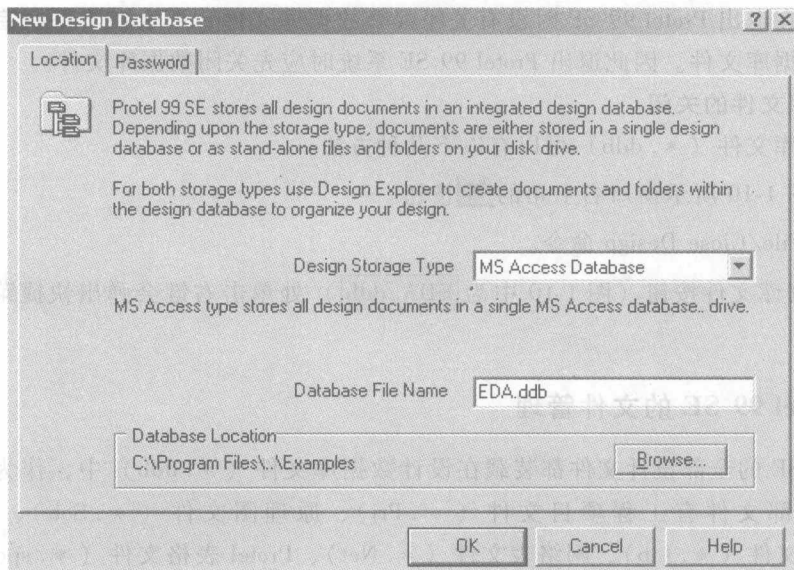
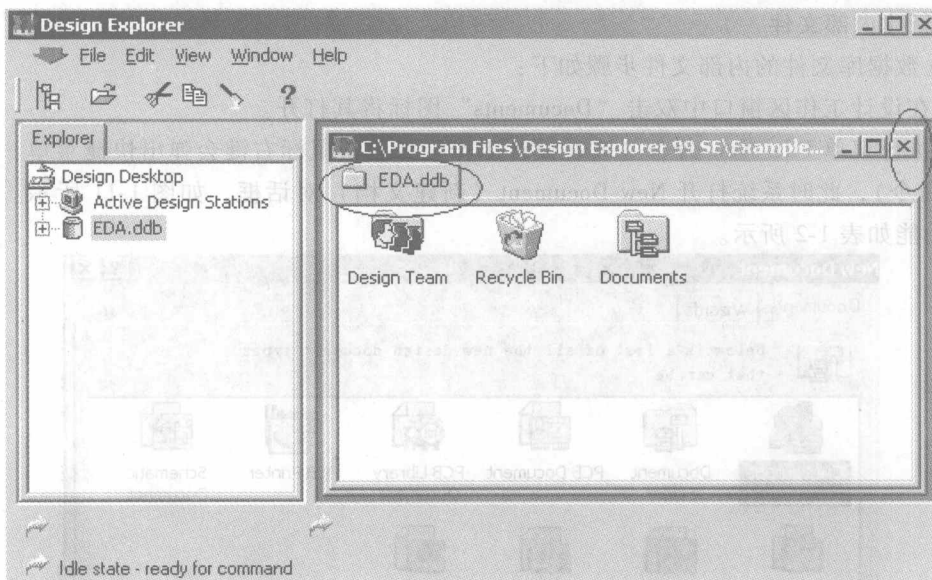

图 1-9 新建设计数据库对话框
图 1-10 Protel 99 SE 的设计环境
1) 执行 File/New 命令，系统弹出如图 1-9 所示的新建设计数据库对话框，主要有以下两项内容：
2) 输入文件名 (图 1-9 中将文件命名为 EDA. ddb), 单击 **OK** 按钮即可建立数据库文件, 并进入设计环境, 如图 1-10 所示。
- 1) 单击图 1-10 所示窗口右上角的 按钮。
- 3) 在数据库文件按钮 (图 1-10 中为) 处单击右键会弹出快捷菜单,然后执行 Close 命令。
新建或打开数据库文件 (*.ddb) 时,如果没有进入具体的设计操作界面,则 Protel 99 SE 系统仅显示 File、Edit、View、Window 和 Help 五个与文件管理、编辑操作和设置视图等有关的菜单,如图 1-10 所示。此时我们就可以在“Documents”文件夹中建立内部文件(当然也可以在它的外面建立),并进行文件管理。